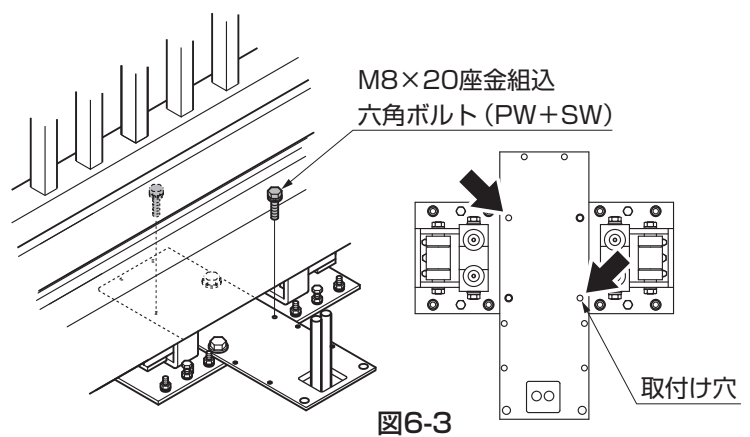

図6-3
- ① 電動柱の駆動部を引戸本体パネルの下に挿入してください。この時、埋設管をさけるようにして挿入してください。
- ② 電動柱に電動柱固定アングル、電動柱固定アングル(スイッチカバー付)を【4-3】で取付けてください。
- ③ 電動柱を挿入後、柱取付けベースプレートとベースローラーを「M8×20座金組込六角ボルト(PW+SW)」で取付けてください。(図6-3参照)(ボルトはプレートにテープ止めしてあります。)